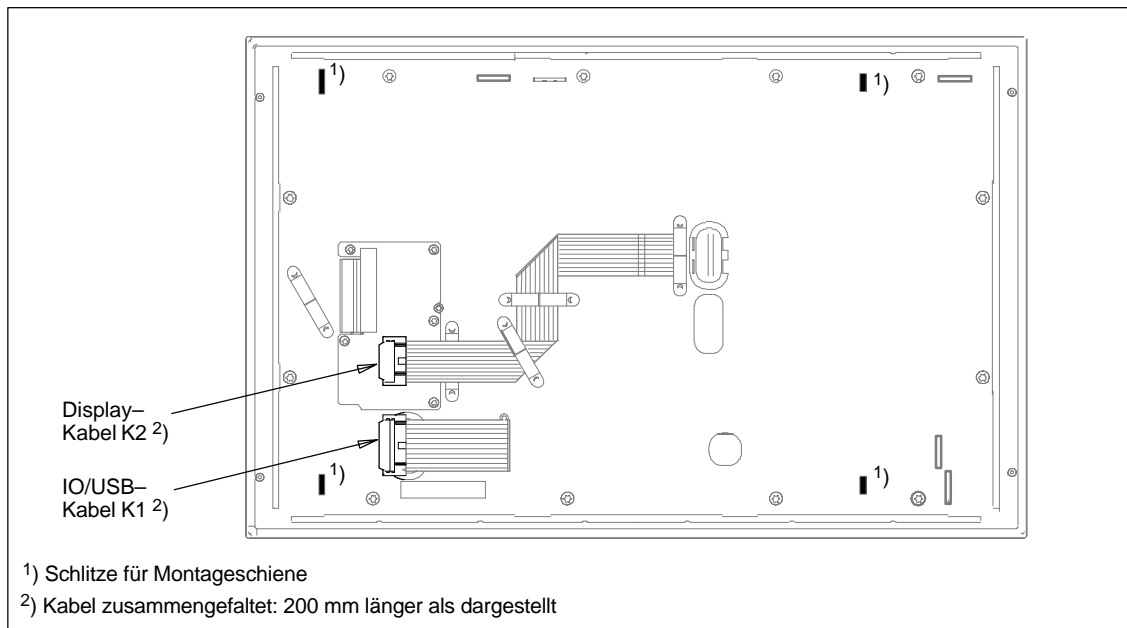

Bild 4-2 Bedientafel-Rückseite mit der Lage der Schnittstellen
3. Lösen Sie die Kabelstecker K1 und K2 der Bedieneinheit (siehe Bild 4-2) von den entsprechenden Gegenstücken der Rechneinheit.
An die Rechneinheit sind zwei Montageschienen angeschraubt, deren beide Enden als Laschen ausgebildet sind (im Bild 4-2).
4. Heben Sie die Rechneinheit waagrecht aus diesen Laschen von den entsprechenden Schlitzen (im Bild 4-2 unten) der Bedieneinheit.
5. Lösen Sie die Kabelstecker K1 und K2 der Bedieneinheit (siehe Bild 4-2) von den entsprechenden Gegenstücken der Rechnereinheit.